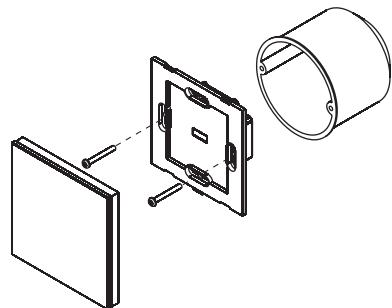

Рисунок 4. Установка панели управления в монтажную коробку
3.6. Установите корпус панели в монтажную коробку и закрепите его при помощи двух винтов [Рис. 4].